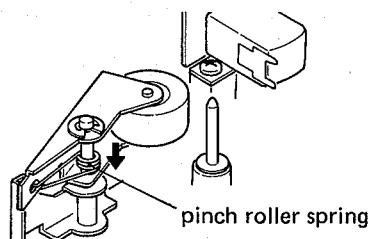

Fig. 4-5
- If the pinch roller spring (fig. 4-5) was replaced for repair, always position the spring around the lower half of the spring shaft as shown in fig. 4-5.
- もし修理のためにピンチ・ローラ・スプリング(図4-5)の交換をした時は、必ず図4-5のようにスプリングをスプリング・シャフトの下側に位置させる。